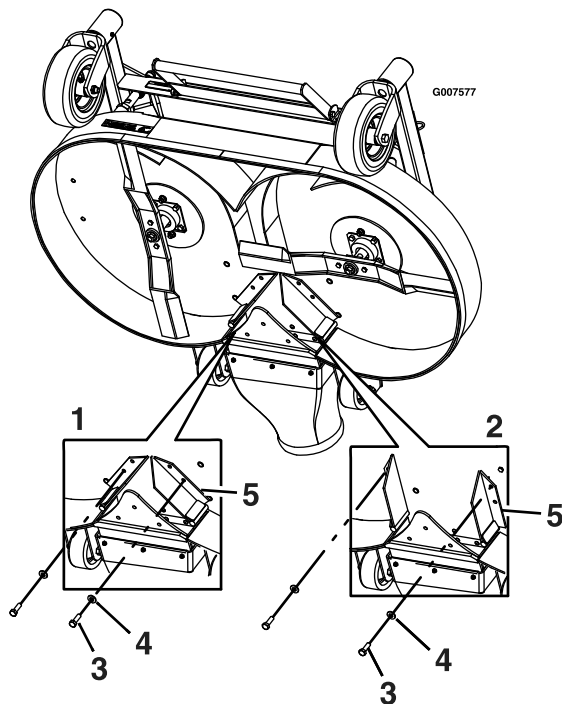

Bild 12
7. Nehmen Sie die Schraube und die Scheibe vorne an jedem FRS-Ablenklech ab (Bild 12).